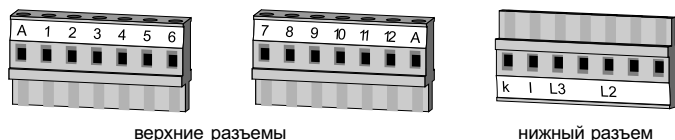

Рис. 6. Зажимы разъемов.
- подключить питающие и регулирующие провода согласно с приложенной схемой (см. рис. 1) в определенные зажимы разъемов (см. рис. 6);